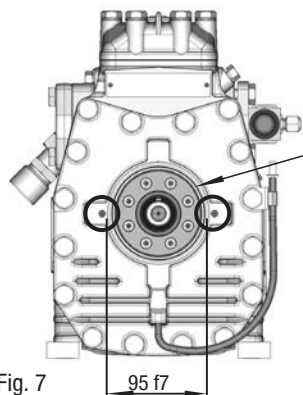

Fig. 7
- Per alloggiare la bobina del giunto elettromagnetico, la flangia di supporto anteriore è dotata di un accoppiamento di precisione $\varnothing 95 \text{ f7}$ (vedi fig. 7).